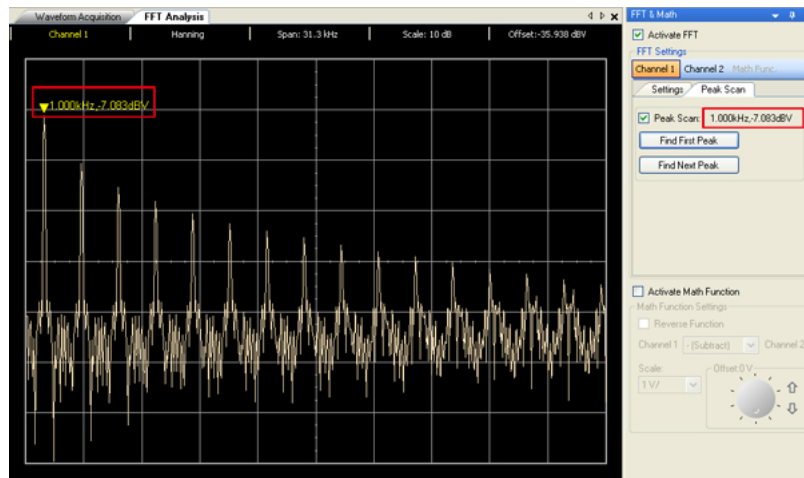

Figure 2-13 Première crête
- 3 Une fois la fonction Peak Scan activée, vous voyez apparaître un indicateur sur le spectre pointant sur la première crête, comme l'indique la Figure 2-13.